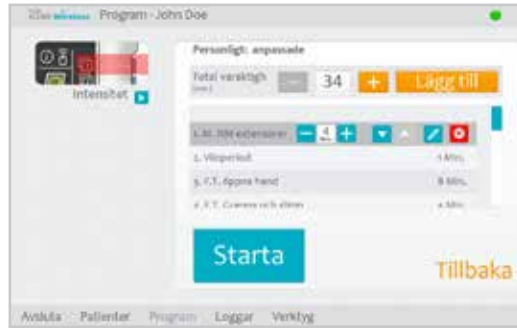

Bild 8-29: Segmentlista för det personligt anpassade programmet
3. Fönstret Personligt anpassad öppnas och visar listan över programsegment. Se bild 8-29. Justera den totala tidslängden med pilarna längst upp på skärmen. Justera varaktigheten för ett enskilt segment genom att markera segmentet och justera varaktigheten med pilarna längst ned på skärmen.